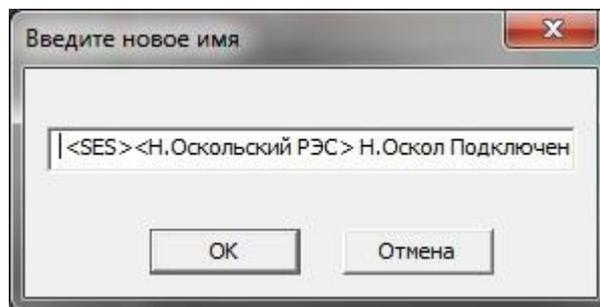

Рисунок 351 – Окно «Введите новое имя»
**Команда «Изменить имя»** вызывает окно **«Введите новое имя»**, которое позволяет задать новое имя сигналу или изменить старое (рисунок 351).